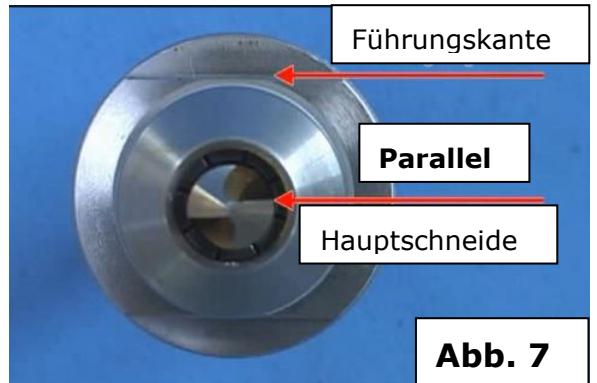

Abb. 7
- Die Führungskante des Spannfutter und die Hauptschneide des Bohrers sollten 2 parallele Linien sein ! (Abb. 7)